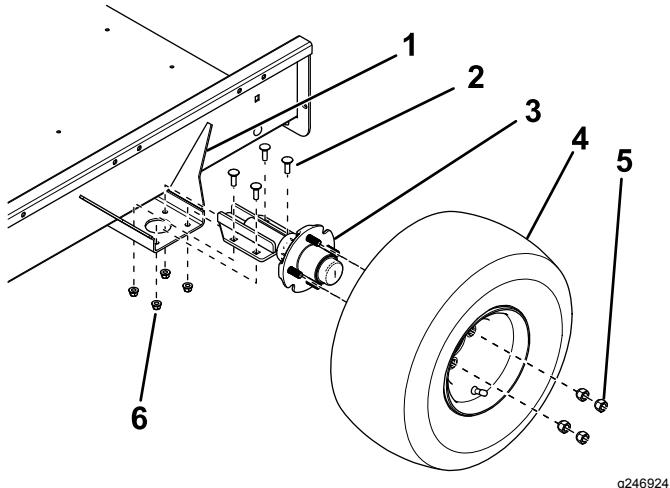

Figura 2
2. Usando los 4 pernos de cuello cuadrado y 4 contratuerzas, Monte un eje en la cara superior de los soportes de montaje en cada lado de la plataforma del remolque, como se muestra en la Figura 2.
3. Monte un conjunto de rueda en cada cubo del eje con 4 tuercas (Figura 2) y apriete las tuercas a 108,5 N·m.
3. Ajuste la posición de los soportes de montaje del eje hasta que la distancia entre centros sea de unos 3 mm menos que la distancia entre centros (Figura 2).